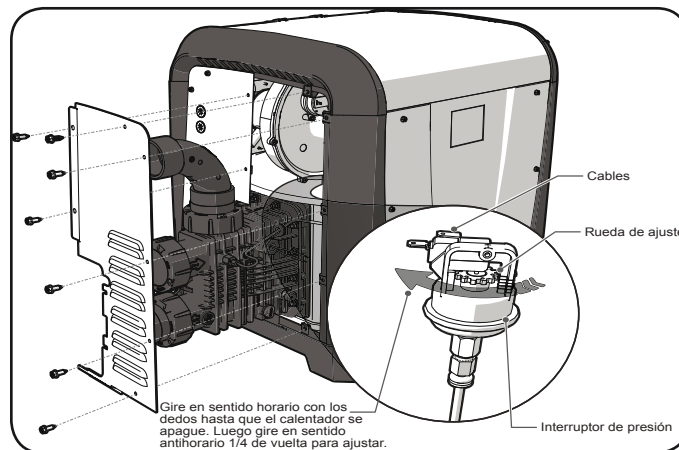

Figura 10. Interruptor de presión de agua
- Retire el panel lateral para poder acceder al interruptor de presión de agua. Ver *Figura 10*.
- Gire lentamente la rueda de ajuste del interruptor de presión en sentido antihorario un cuarto de vuelta. El calentador debería volver a encenderse. Ver *Figura 10*.